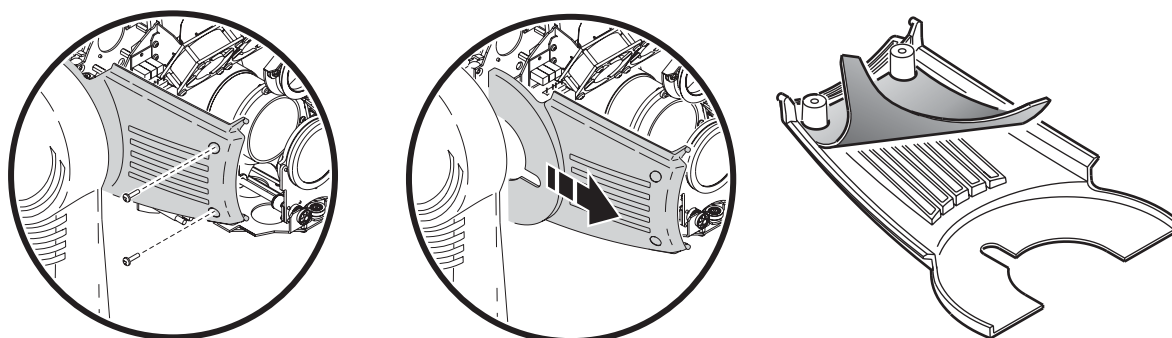

Figure 21: Changement des filtre à air
6. De chaque côté de la tête, retirez les deux vis qui maintiennent les capots latéraux. Tirez ces capots vers l'avant pour les retirer. Nettoyez ou changez les filtres à air. S'ils sont saturés de liquide à fumée ou de poussière, lavez-les dans de l'eau savonneuse et laissez-les sécher complètement. Placez les filtres en position et remontez les capots. Voir Figure 21.